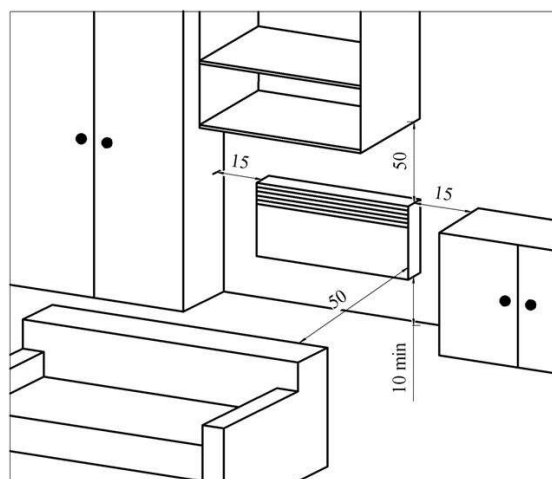

Рис. 2
4.8 Размещение конвектора на опорах в помещении аналогично (см. рис. 2), при этом расстояние от задней стенки конвектора до предметов (мебель, шторы и т.п.) должно быть не менее 15 см.